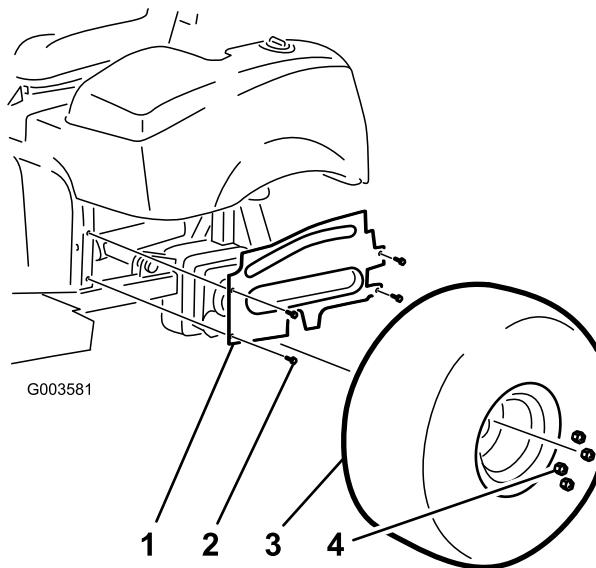

Figura 3
- Retire los 4 tornillos con arandela prensada que sujetan la cubierta de la rueda izquierda al bastidor (Figura 3). Retire y guarde la cubierta.